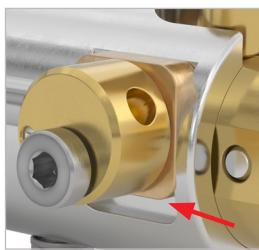
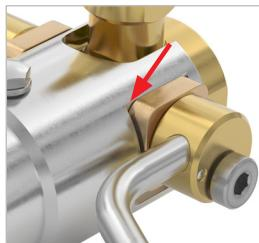

Abbildung 16
Abbildung 17
- ▶ Bringen Sie mit dem kleinen Schraubendreher einen dünnen Film des WEH® Schmiermittels zwischen den Exzentern (roter Pfeil, Abbildung 16 und Abbildung 17) auf.